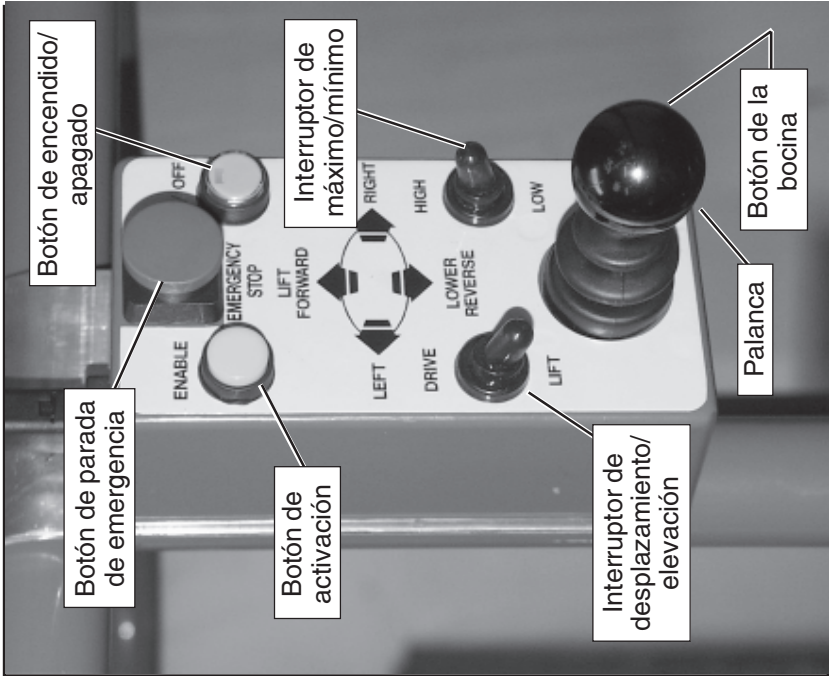

Figura 4: Controles de la plataforma
- Gire la llave a la posición de **ON** (encendido), el interruptor de la llave está ubicado del lado izquierdo del mástil (figura 4).